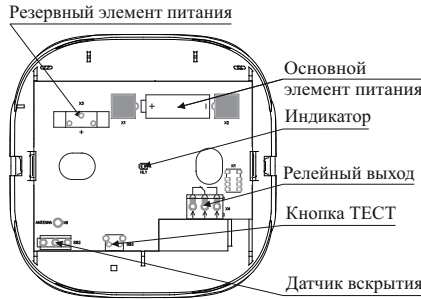

Рисунок 2
5.4 На плате МР (рисунок 2) расположены: